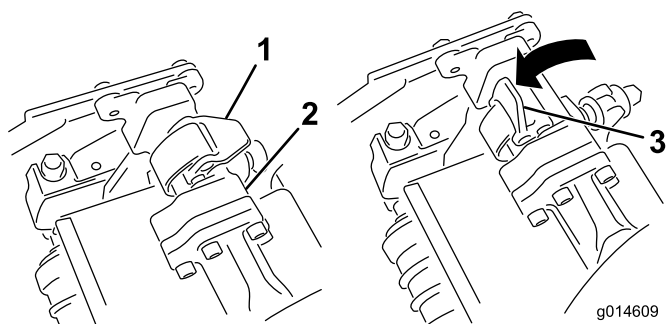
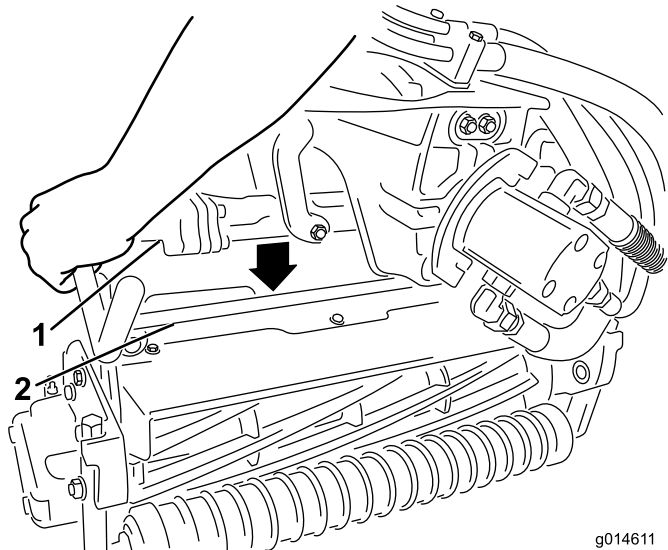

図 33
図 34
3. サスペンション・アームのバーについているラッチを上向き（開いた状態）にして（図 33）、サスペンション・アームを押し下げて、バーを、カッティングユニットのバーの上に被せるようにする（図 34）。
4. ラッチを下げるとカuttingユニットのバーがロックされてユニットがアームにセットされる (図 33)。
4. 取り外したいCuttingユニットのサスペンション・アームのバーについているラッチを開く（図 33）。